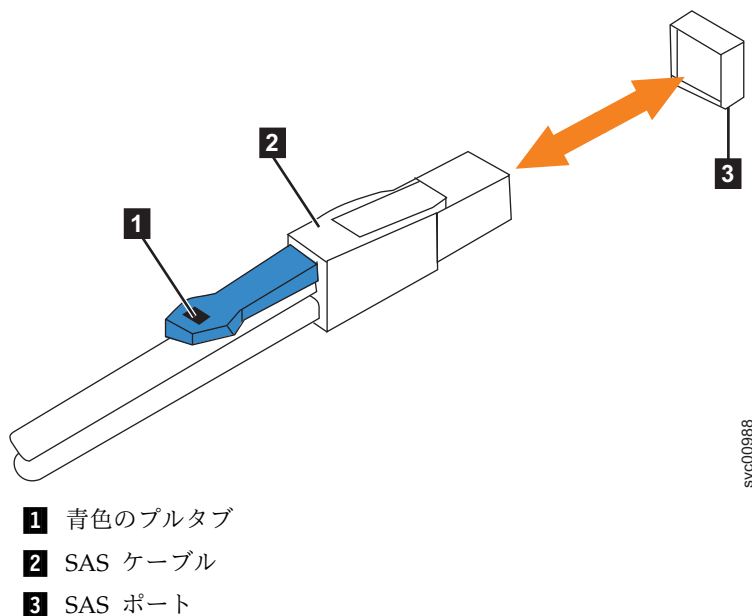

図 88. SAS ケーブル・コネクタの正しい向き
5. SAS コネクタの向きが、図 88 に示すように、正しいことを確認します。青色のタブが、エンクロージャー・キャニスターの上部を向いている必要があります。